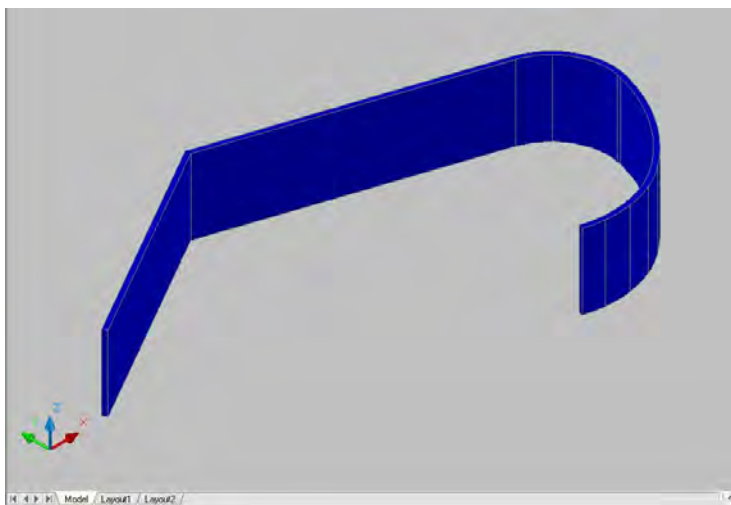

Рис. 2.4. Политело, сформированное командой Polysolid
**Упражнение 1.** С помощью команды Polysolid построить фигуры, в основании которых лежат: пятиугольник, вписанный в окружность диаметром 100 мм, высотой 150 мм и шириной 20 мм; прямоугольник размерами 150 на 230 мм, высотой 180 и шириной 45 мм; полилиния произвольных размеров с очертаниями полилинии рис. 2.4 высотой 90 и шириной 60 мм.